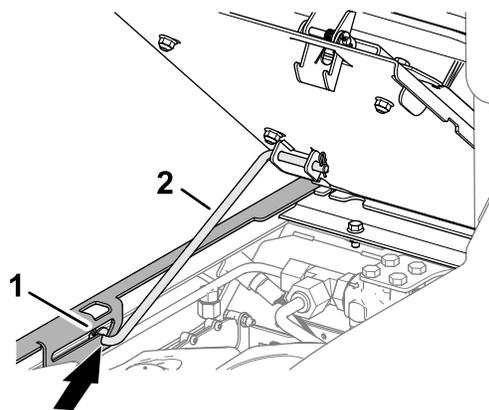

Figura 101
3. Assicuratevi che l'asta di sostegno anteriore sia collocata nel fermo dell'asola della piastra della guida dell'asta (Figura 101).